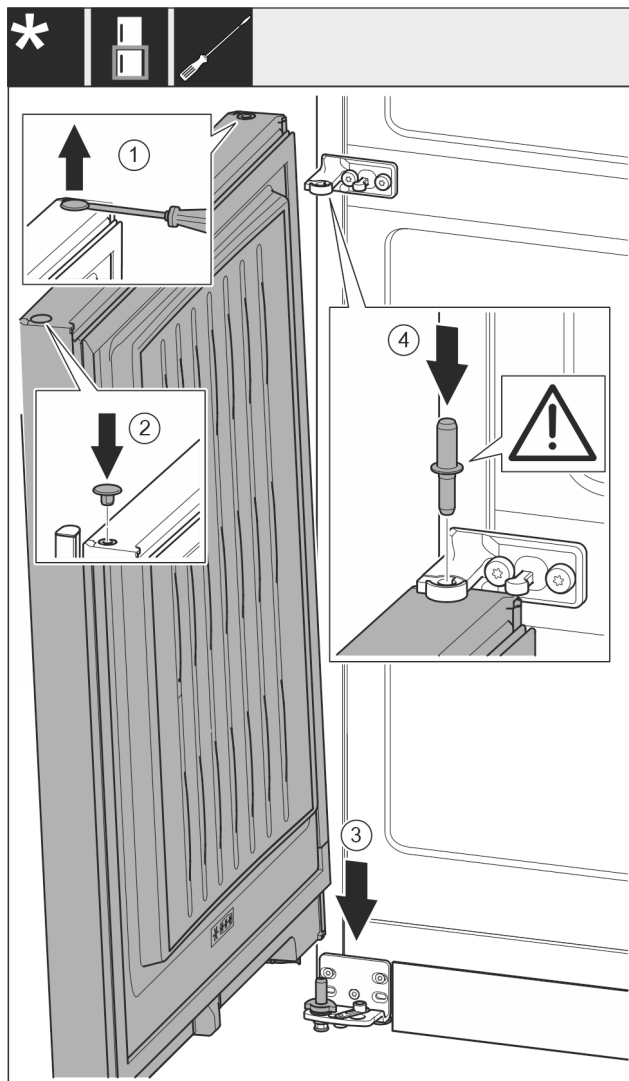

Fig. 19
- ▶ Levantar cuidadosamente los tapones con un destornillador para tornillos de cabeza ranurada y extraerlos. Fig. 19 (1)
- ▶ Volver a colocar los tapones en el otro lado de la puerta. Fig. 19 (2)
- ▶ Colocar la puerta desde arriba sobre los pernos de apoyo inferiores. Fig. 19 (3)
- ▶ Insertar los pernos de apoyo centrales a través del soporte de apoyo central en la puerta inferior. Asegurarse de que el saliente de retención mire hacia atrás. Fig. 19 (4)